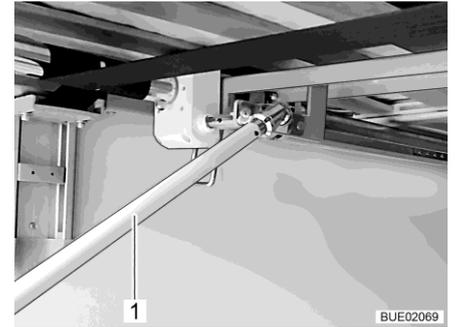

Bild 143 Kurbel in Heckgarage
- Um das Bett anzuheben: Kurbel (Bild 143,1) im Uhrzeigersinn drehen. Um das Bett abzusenken: Kurbel (Bild 143,1) entgegen dem Uhrzeigersinn drehen.